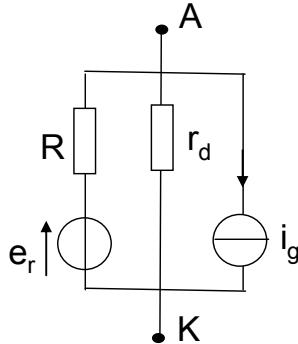

Figure2
2. On intègre le dipôle Z dans le circuit de la figure 2. Calculer la fonction de transfert  $H(j\omega)$  en fonction de R', L', C' et des éléments du montage.
4./ A partir du schéma dynamique équivalent de la diode, donné Figure2, calculer la résistance totale  $R_T$  du circuit et la densité spectrale du générateur de bruit  $i_T$  en supposant que R produit seulement du bruit thermique ( $e_r$ ). Déterminer la température équivalente de bruit du dipôle.